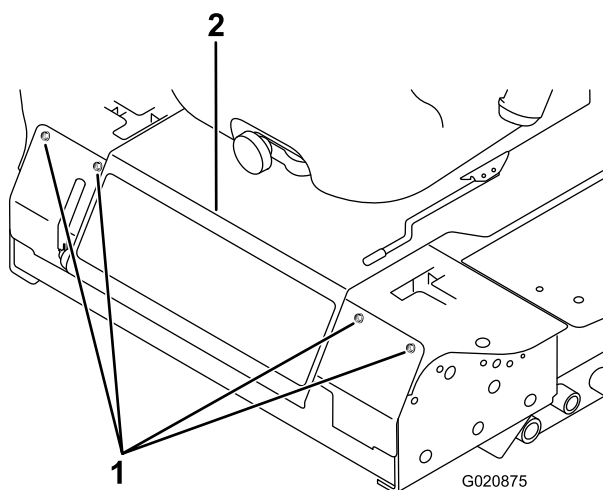

Figure 62
3. Retirez les boulons de fixation du panneau avant et déposez le panneau (Figure 62).